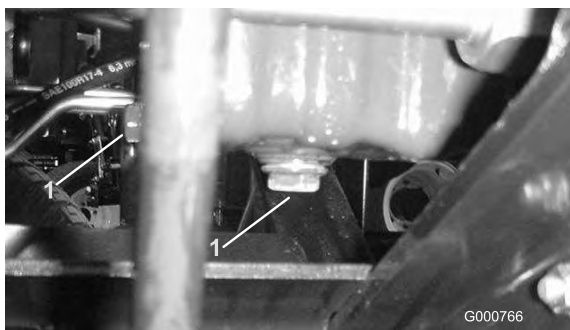

Figura 55
1. Retire o bujão de dreno (Figura 55) e deixe o óleo escorrer para um recipiente adequado. Quando o óleo parar, volte a montar o tampão de escoamento.